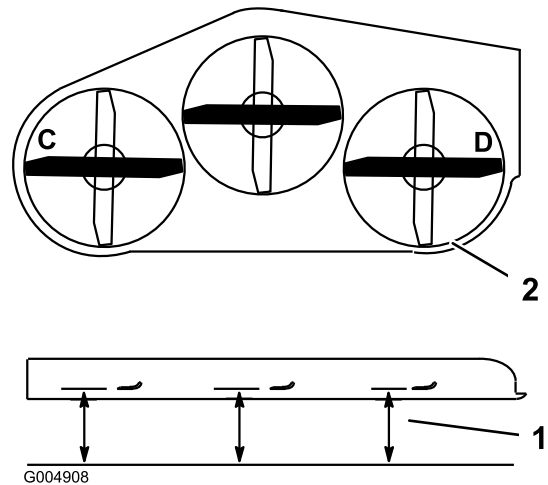

Figura 69
3. Mida en las posiciones C y D desde una superficie nivelada hasta el filo de corte de los extremos de la cuchilla (Figura 69).